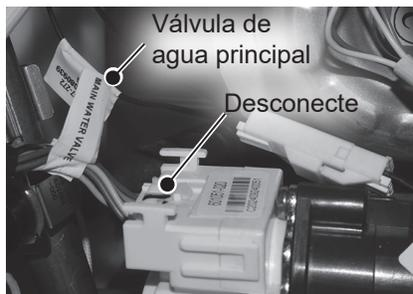

Figura 42 - Desconexión de la válvula de agua principal
- 20 Ubique el mazo de cables de la válvula de agua principal y desconéctelo. Consulte la Figura 42.